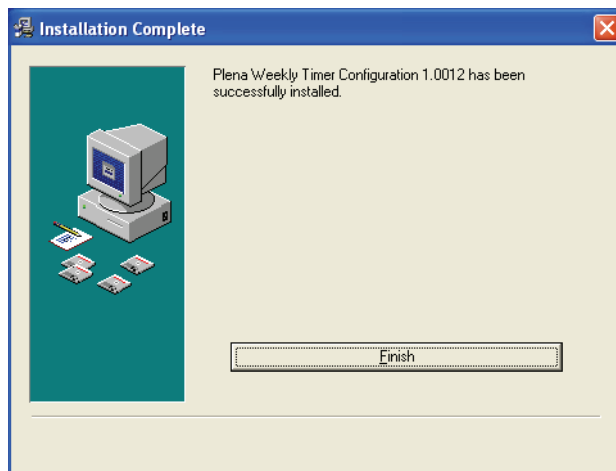

figure 8.6: Installation terminée
- 6 Attendez que l'installation soit terminée. Une fenêtre semblable à celle illustrée en figure 8.6 s'affiche.